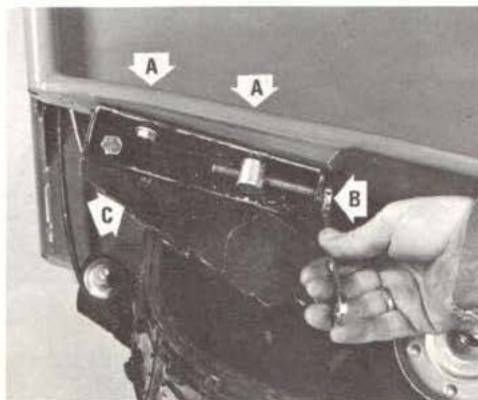

Fig. 8
- Si un ajustement est nécessaire et que l'alignement est bon, desserrez les boulons (fig. 8-A) et serrez les boulons d'ajustement (B) également des 2 côtés pour maintenir l'alignement (fig. 8).
- Si la chenille n'est pas bien centrée, relâchez les boulons (fig. 8-A) et serrez le boulon (B) du côté où la chenille est le plus près de la plaque d'ajustement (C). La chenille se placera ainsi de l'autre côté. Une fois l'ajustement et l'alignement terminés, resserez les boulons de fixation (fig. 8).